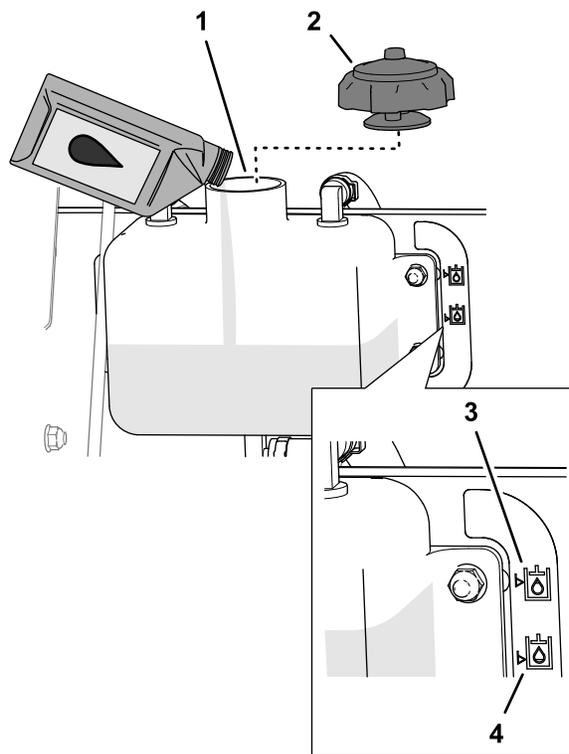

Figure 100
3. Contrôlez le niveau de liquide hydraulique dans le réservoir (Figure 100).
- A. Enlevez le bouchon (Figure 100).
- B. Faites l'appoint de liquide hydraulique spécifié jusqu'à ce que le niveau atteigne le repère maximum sur l'autocollant du regard de niveau (Figure 100); voir Spécifications de liquide hydraulique \(page 72\).
- C. Remettez le bouchon en place (Figure 100).